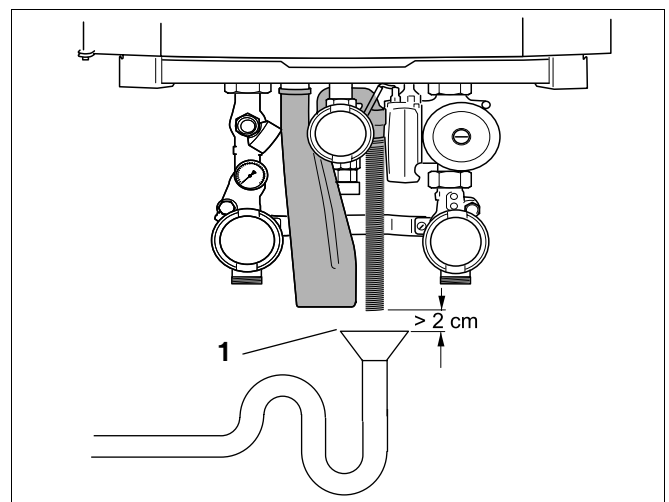

Fig. 13 Kondensatledning
- Kondensatet skal kunne løbe frit ind i tragten (uden neutraliseringsbeholder). Derved undgås det, at kondensatet ophobes sammen i kedlen. Vandlåsen i tilslutningssættet må ikke have fast forbindelse med kondensatledningen. Minimumafstanden mellem vandlåsen og kondensatledningen er 2 cm (fig. 13, **pos. 1**).